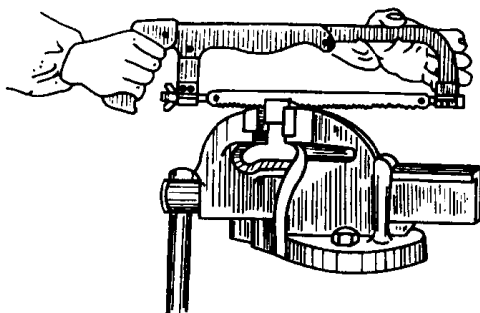

图 1-12 钢锯的握法
(1) 钢锯的握法 如图 1-12 所示，左手拇指放在钢锯架背上，其余四指轻轻放在钢弓前端，右手握住手柄，不要握得太紧，否则会